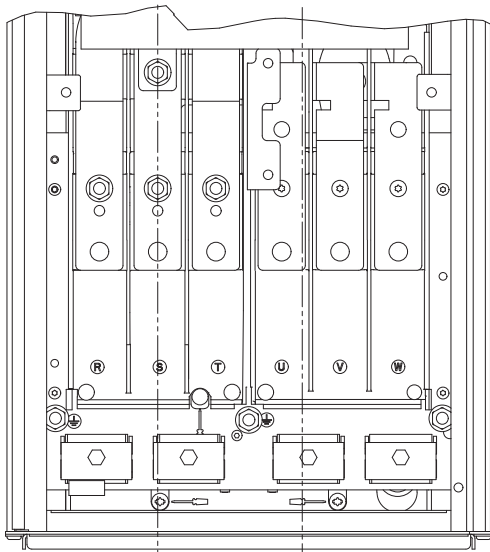

Fig. 11 Connexion terre, secteur et moteur
Voir fig. 11.
1. Brancher le conducteur de terre à la borne 95 (PE). Voir fig. 11.
Lors de la réalisation du câblage, prendre en considération les positions des bornes suivantes. Voir fig. 11.